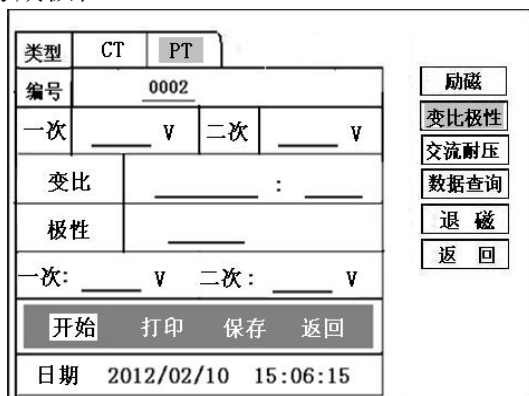
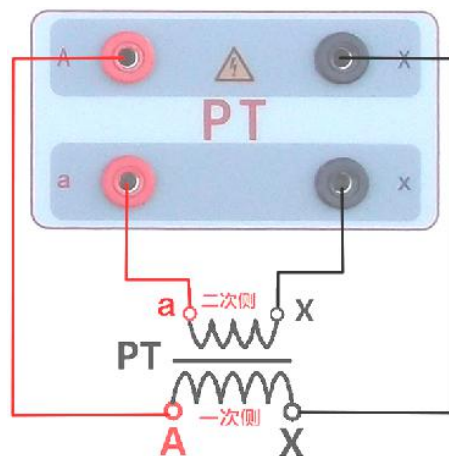

图 21, PT 变比极性测试界面
图 22, PT 变比极性接线图
1) 参数设置：测试界面见图 21。
按照图 22 进行接线，PT 一次侧接 A、X，PT 二次侧接 a、x。进入 PT “变比极性”测试界面，如图 21。设置二次侧额定电压及编号后，旋转控制器将光标移动至“开始”选项，按下控制器，试验即开始。